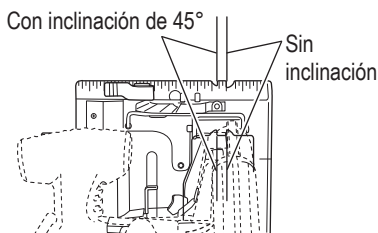
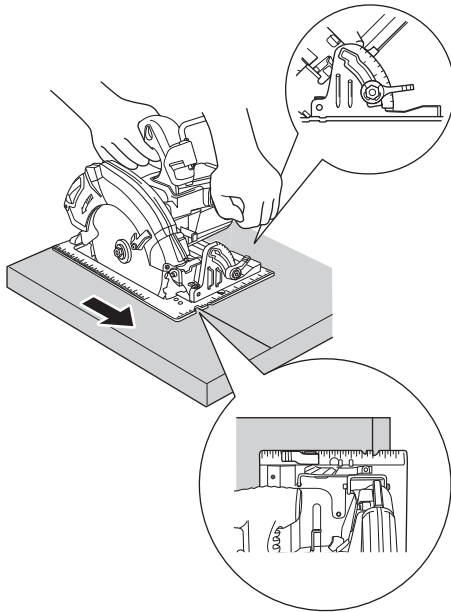
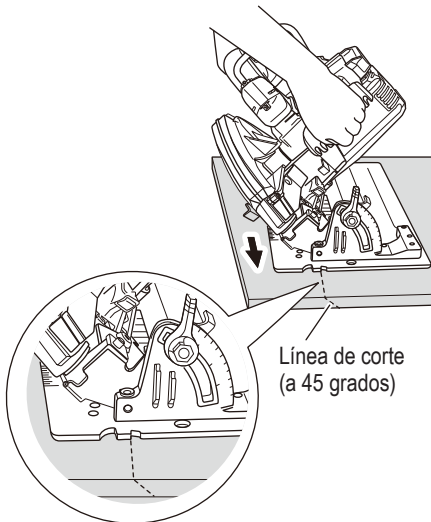

Fig. 29
Fig. 30
Fig. 31
- (1) Coloque la base en el material, alinee la línea premarcada con la hoja de la sierra utilizando la muesca de referencia situada en la parte delantera de la base (Fig. 29).
- (2) Cuando la base no está inclinada, use el lado derecho de la muesca (Fig. 29, Fig. 30). Si la base está inclinada (45 grados), use el lado izquierdo de la muesca (Fig. 29, Fig. 31).
4. Inclina la sierra hacia adelante y alinee la ranura (Fig. 29) con la línea guía premarcada.